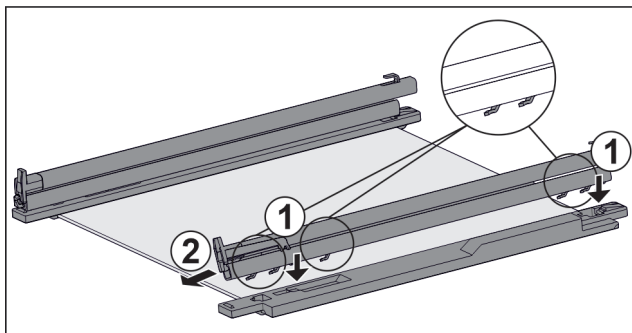

Fig. 154 Glassplate med skinner og holdedeler
- ▶ Sett kroken til skinnene på åpningen til **venstre** holdedel. Fig. 154 (1)
- ▶ Trekk skinne fremover. Fig. 154 (2)
- ▶ Sett kroken til skinnene på åpningen til **høyre** holdedel. Fig. 154 (1)